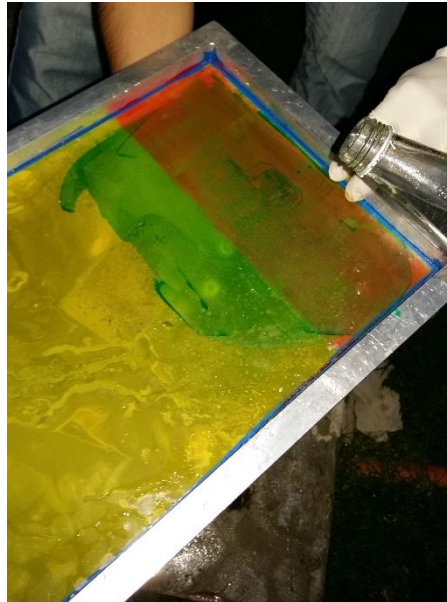

Figura 52. Disolvente PVC en la tela del bastidor.
- Aplique la mezcla de disolvente PVC y agua anteriormente conseguida sobre la tela del bastidor como se muestra en la figura 52.